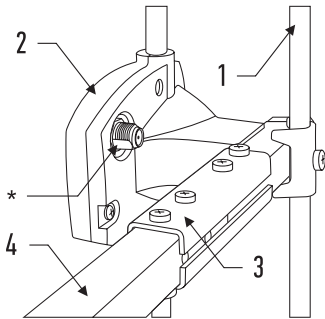

Рис.2 Узел согласования
- 2. Соединить траверсу узла согласования с основной траверсой с помощью - образных крепежных скоб и винтов М4х25, гаек М4, шайб 4, шайб-гроверов 4.65Г (см. рис.2). Протянуть гайки, обеспечивая отсутствие люфта.